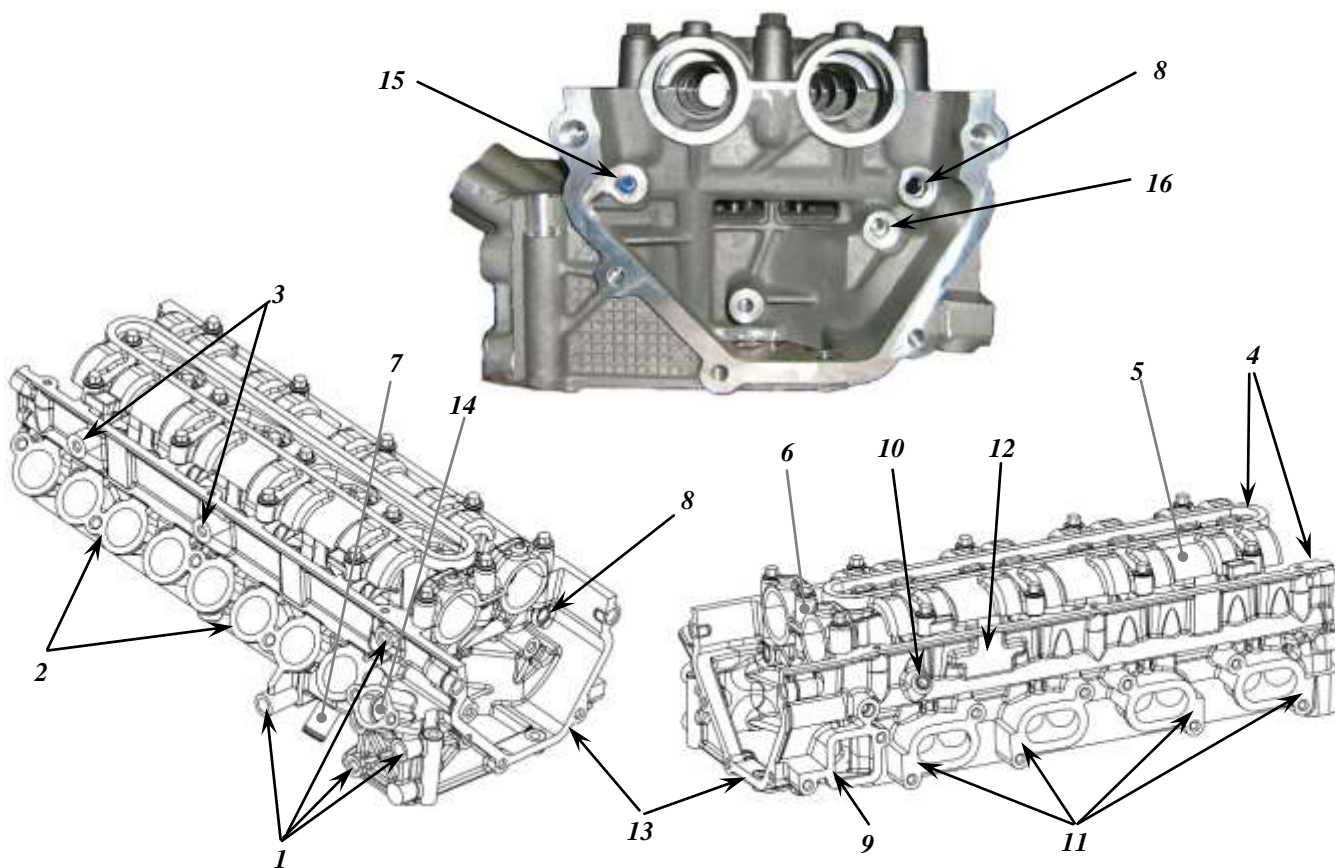

Рис. 11. Головка цилиндров:
**Головка цилиндров** (рис. 11) – отлита из специального алюминиевого сплава. В головке цилиндров располагаются впускные и выпускные газовые каналы, по два на каждый цилиндр; рубашка охлаждения для отвода тепла от нагретых стенок камеры сгорания, распылителей топливных форсунок, седел и направляющих клапанов; каналы системы смазки; в верхней части головки цилиндров располагаются опоры распределительных валов и гидроопор рычагов привода клапанов, а так же колодцы под топливные форсунки, свечи накаливания и болты крепления головки к блоку цилиндров. Снаружи имеются бобышки с резьбовыми отверстиями и фланцевые поверхности для установки и крепления навесного оборудования, ТНВД, генератора, топливного аккумулятора, впускной трубы, выпускного коллектора, передней и задней крышек, крышки клапанов. Крышки 2, 3, 4 и 5-й опор распределительных валов выполнены единым блоком, крышки первых опор так же выполнены единым блоком, крышки распределительных валов обрабатываются в сборе с головкой, поэтому, они не взаимозаменяемы с крышками других головок. Масса головки цилиндров 15 кг.